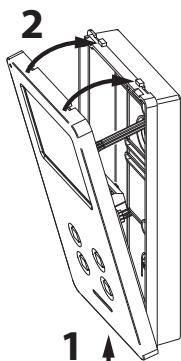

Fig. 9
6. Una volta testato l'impianto ed effettuate le necessarie regolazioni, procedere alla chiusura del videocitofono come mostrato in **Fig. 9**: agganciarlo prima nella parte inferiore quindi nella parte superiore fino allo scatto dell'incastro.